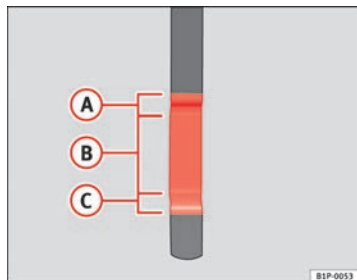

Abb. 145 Ölmesstab
- Den Messstab anschließend wieder herausziehen und den Ölstand ablesen ⇒ Abb. 145. Füllen Sie gegebenenfalls Motoröl nach.